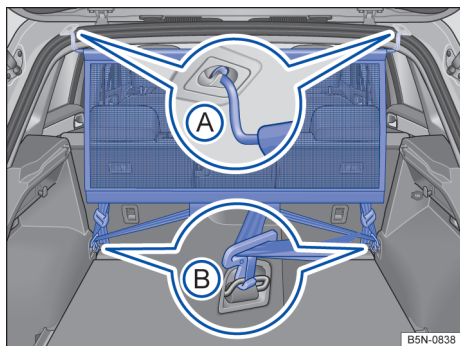

Fig. 185 Rede divisória instalada.
- Enganchar a rede divisória no alojamento traseiro esquerdo no teto → Fig. 185 (A). Atentar para que a barra transversal seja puxada de cima da posição superior para baixo.
- Enganchar a rede divisória no alojamento traseiro direito no teto flexionando a barra transversal → Fig. 185 (A).
- Enganchar ambos os ganchos da rede divisória nos olhais de amarração no compartimento de bagagem → Fig. 185 (B) e tensionar os cintos com firmeza.
- Desenganchar os ganchos da rede divisória dos olhais de amarração → Fig. 185 (B).
- Desenganchar a rede divisória do alojamento direito no teto → Fig. 185 (A) flexionando a barra transversal.